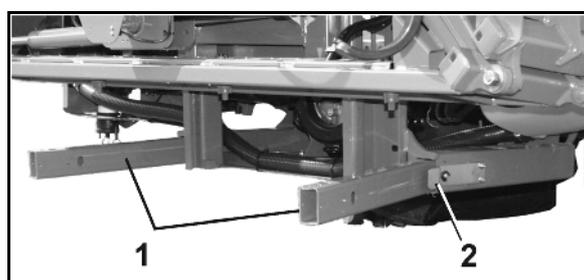

Bild 38
- Innan maskinen kopplas från ska stödbenen (Bild 38/2) dras ut, sedan låsspärrarna (Bild 38/1) lossats.